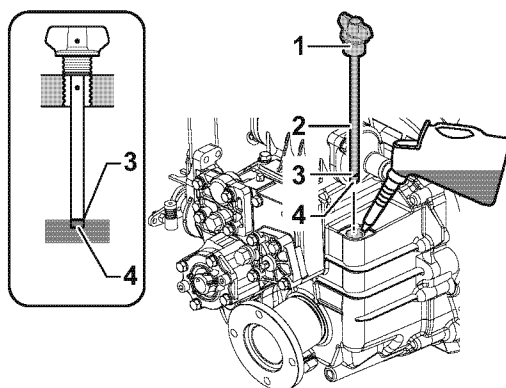

Figura 9
2. Retire el tapón de llenado (**Figura 9, (1)**) de la parte superior de la caja.
3. Retire la varilla de nivel (**Figura 9, (2)**) y límpiela con un trapo limpio.
4. Vuelva a insertar la varilla de nivel de aceite sin enroscarla hacia adentro. Consulte la ilustración (**Figura 9**).
5. Extraiga la varilla de nivel de aceite. El nivel de aceite debe encontrarse entre las líneas superior (**Figura 9, (3)**) e inferior (**Figura 9, (4)**) de la varilla de nivel.
3. Llene con aceite hasta el límite superior de la varilla de nivel (**Figura 9, (3)**).